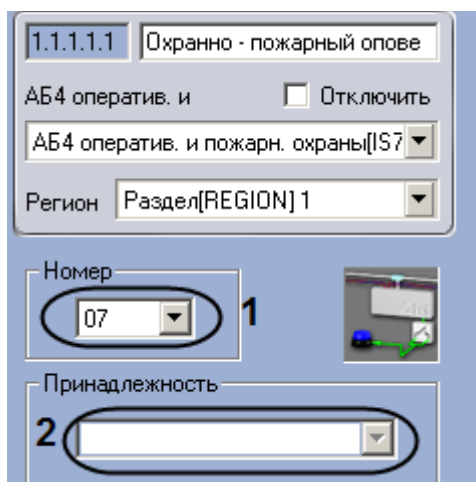

Рис. 3.7—16. Настройка охранно-пожарного оповещателя
2. Из раскрывающегося списка **Номер** выбрать аппаратный адрес охранно-пожарного оповещателя (см. Рис. 3.7—16, 1).
3. Из раскрывающегося списка **Принадлежность** выбрать объект **Зона охраны, Зона охраны и доступа** или **Зона пожаротушения**, к которому относится данный охранно-пожарный оповещатель (см. Рис. 3.7—16, 2).